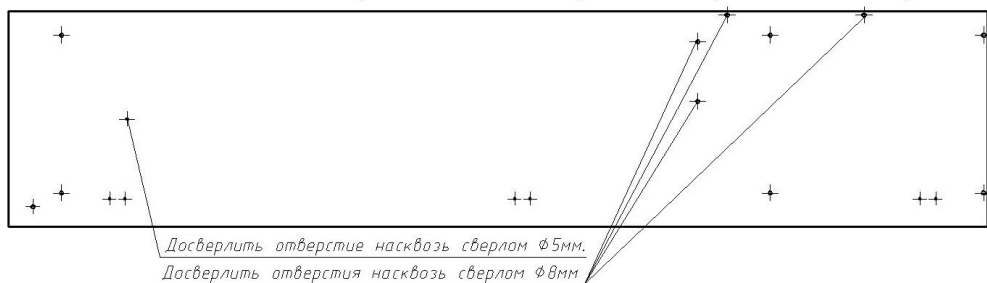

Рис.1
2. **Для левосторонней сборки:** Деталь №18 присоединить к детали №19 с помощью конфирматов 7x50 (И) (см.рис.1). Деталь №17 присоединить к детали №18 с помощью конфирматов 7x50 (И).